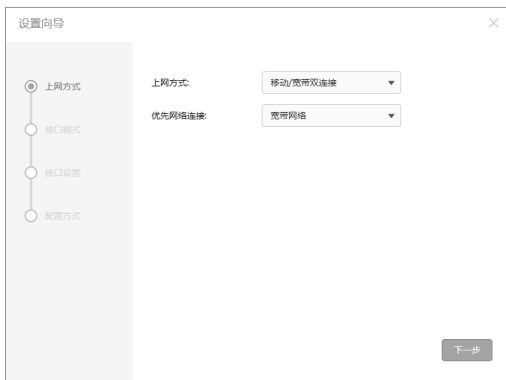

图4-2 上网方式设置
4. 进入上网方式设置,如图4-2所示,根据实际需求选择上网方式和优先网络连接方式,单击“下一步”。